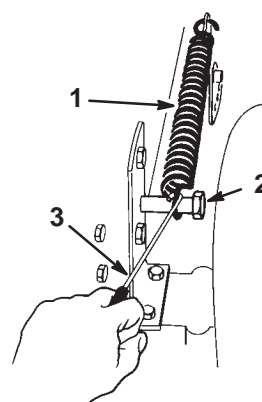

Bild 37
8. Entfernen Sie die Feder des Schnitthöhenhubs mit dem mit dem Traktor mitgelieferten Federwerkzeug von der Befestigungsschraube (Bild 37).
22. Stellen Sie den Schnitthöhenhebel (Mähwerkhub) auf Kerbe „D“. Haken Sie die Feder des Schnitthöhenhubs zur Einlagerung an der Befestigungsschraube ein (Bild 37).